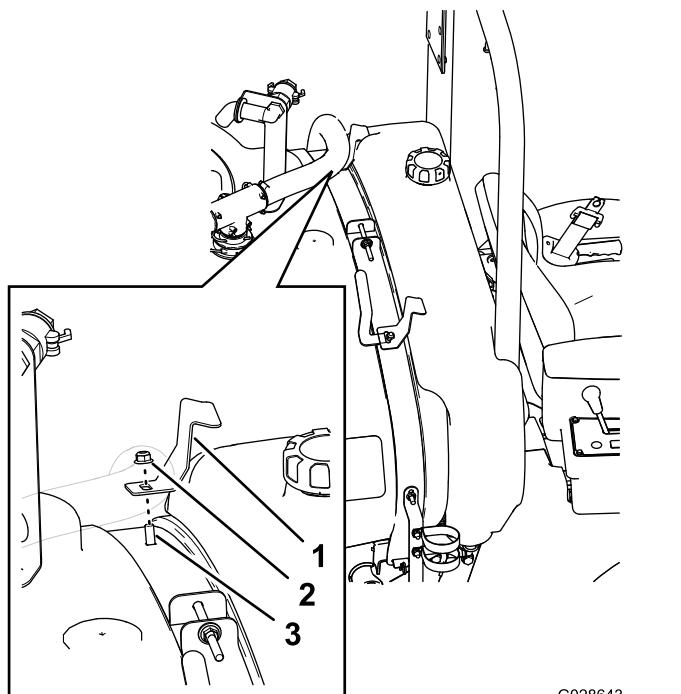

Bild 14
4. Richten Sie den Spülzylinder auf den Sprühzylinder aus, wie in Bild 14 gezeigt.
5. Richten Sie die linke Tankhalterung auf der Schlossschraube (3/8 x 1 Zoll) nach den oberen inneren Löchern des linken vorderen Tankriemens aus (Bild 14).
6. Befestigen Sie die Tankhalterung mit einer Sicherungsbundmutter (3/8 Zoll) an der Schlossschraube und am Riemen (Bild 14).